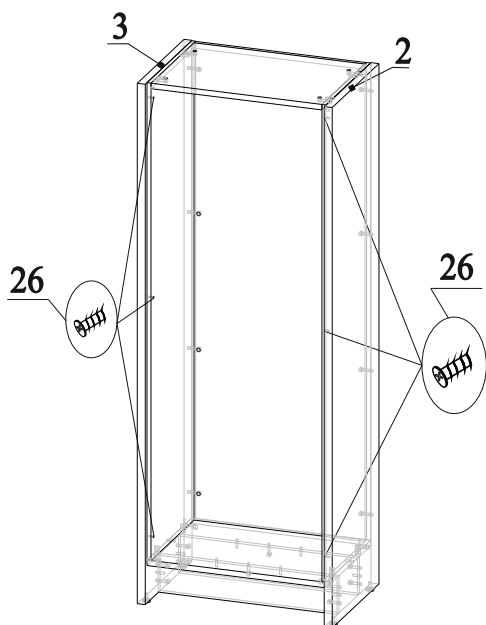

Рис.13
21. Соединить детали 2 и 3 с деталями 6, 7 и 8 (детали 2 и 3 с деталью 8 соединяются через сквозные отверстия в деталях 4 и 5), затянуть эксцентрики по часовой стрелки до упора (рис.13);
22. Закрутить винты 26 в муфты 21 через отверстия в деталях 4 и 5 (рис.13);